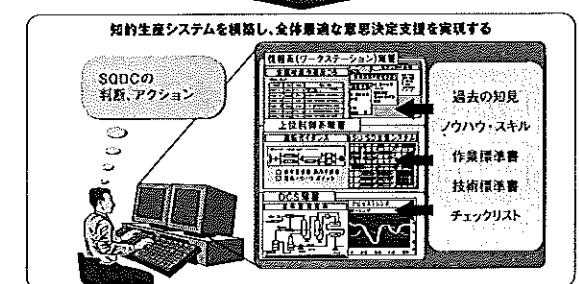

図1●頭の中のミエル化・標準化
- こうしたアプローチにより、従来であればノウハウや技能など属的なものとして片付けられていたオペレーションを、真に技術として昇華させるために、「総合オペラビリティシステム」を活用し、作業者が運転操作の中で安全、生産量、品質、コストを維持するための意思決定方法を体系的に整理する(図1)。さらに、その解析からプロセス、